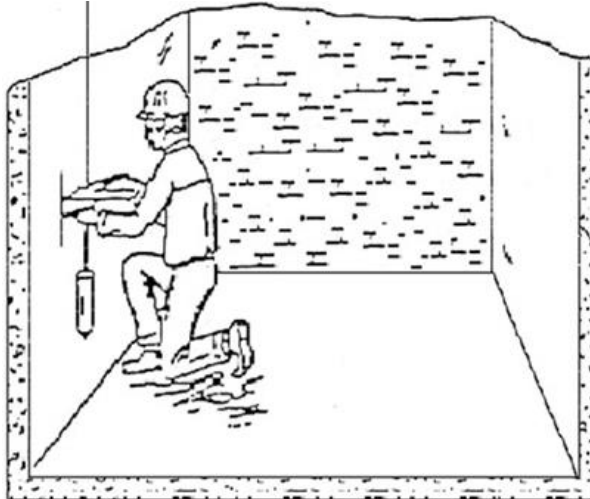

рис.2
5.1.3 Отметьте расположение кронштейнов по ширине и глубине шахты (рис. 2.);